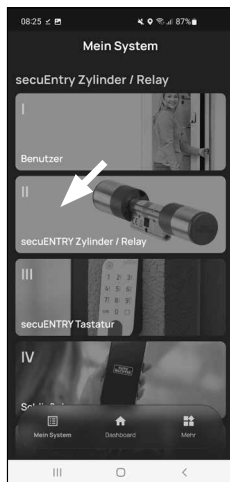

Fig. 1
- 1 Appuyez sur le second élément du menu « II - Cylindre secuENTRY/Relay » (Fig. 1).